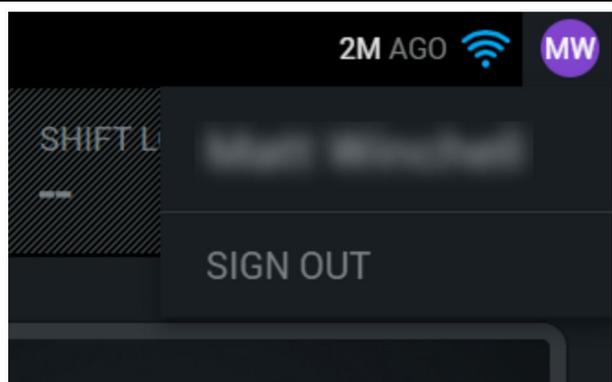

Ilustración 6
4. Si el operador desea cerrar sesión, debe oprimir las iniciales del operador en la esquina superior derecha de la pantalla, como se muestra en la ilustración 6 .